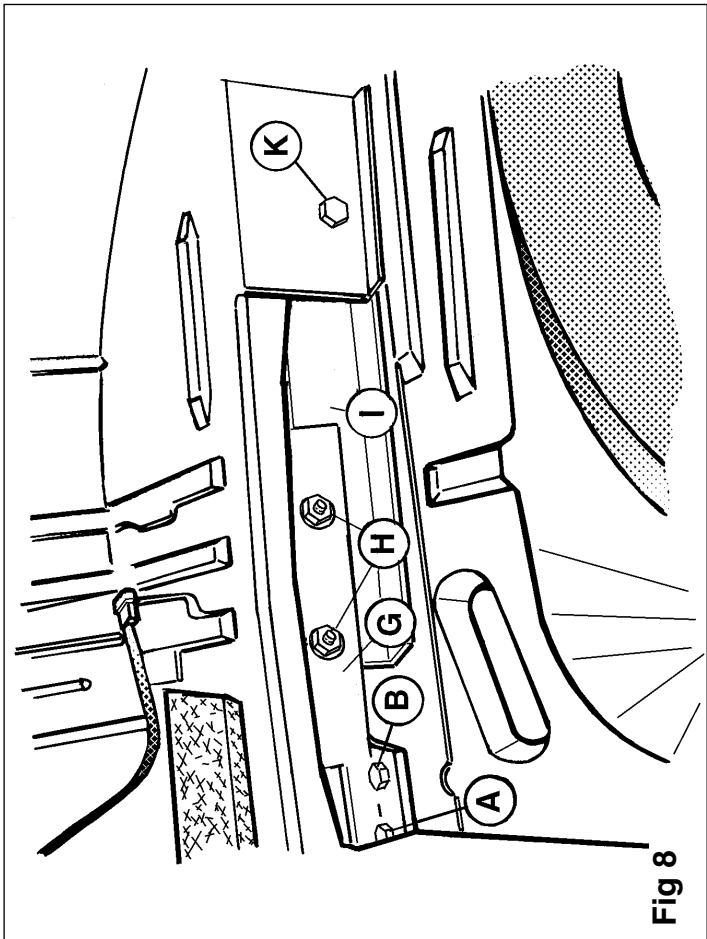
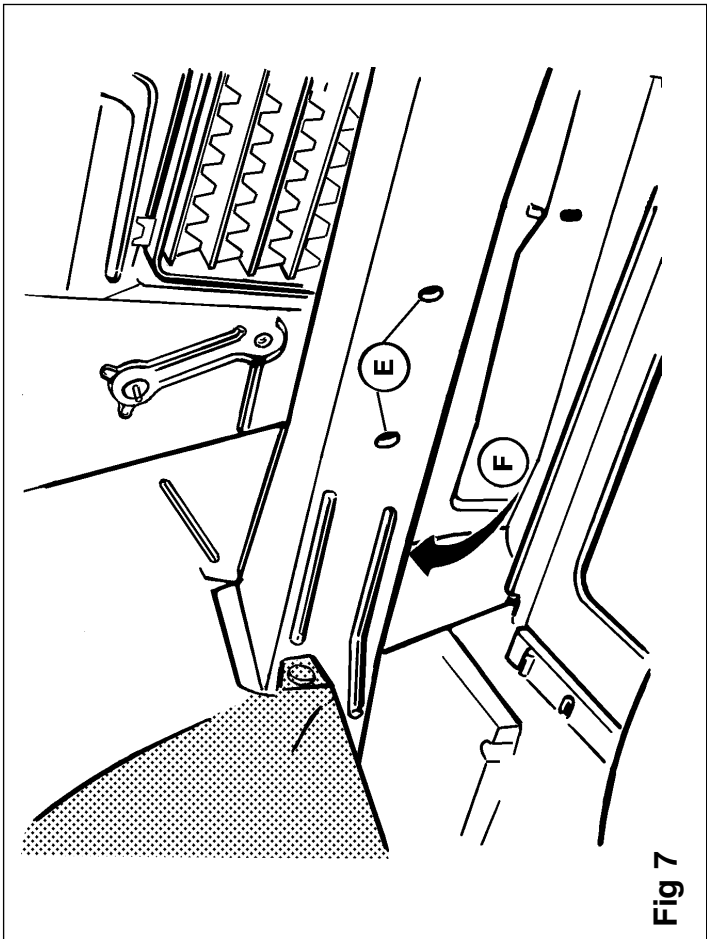

Fig 8
Fig 7
2. Boor de deukjes genoemd in punt 1, 15mm door de bodenvloer. Plaats contra's C en D overeenkomstig fig.5 en fig.6 in de kofferbak. Bevestig t.p.v. de punten D twee bouten M10x35 inclusief sluitringen $\varnothing 25 \times 10.5 \times 4$, veerringen en moeren. Bevestig t.p.v. punt F één bout M10x35 inclusief sluitring $\varnothing 25 \times 10.5 \times 4$ en veerring overeenkomstig schets en fig.7. Breng contra G overeenkomstig fig.8 in de kofferbak aan. Plaats de trekhaak en bevestig deze overeenkomstig schets t.p.v. de punten A d.m.v. vier bouten M12x45 inclusief veer-, sluitringen en moeren. Boor de gaten H 11mm door. Meet overeenkomstig fig.9 de aangegeven maat af op het linker chassis (onderkant voertuig) en verwijder ter plaatse het kit. Boor het ter plaatse aanwezige deukje, welke overeenkomt met punt L van de trekhaak, 11mm door. Verwijder t.p.v. punt K (kofferbakzijde) de rubberstop.
3. Plaats contra I overeenkomstig fig.8 en bevestig t.p.v. de punten H twee bouten M10x35 inclusief sluitringen $\varnothing 25 \times 10.5 \times 4$, veerringen en moeren.
2. Drill 15 mm holes through the dents in the vehicle floor referred to in point 1. Place back plates C and D in the trunk as shown in fig.5 and fig.6. Fasten two M10x35 bolts with $\varnothing 25 \times 10,5 \times 4$ flat washers, spring washers and nuts at points D. Fasten one M10x35 bolt with $\varnothing 25 \times 10,5 \times 4$ flat washer and nut at point F, as shown in the sketch and fig.7. Place back plate G in the trunk as shown in fig.8. Put the tow bar in place and fasten this at points A using four M12x45 bolts with flat and spring washers and nuts, as shown in the sketch. Drill the 11 mm holes H. Mark off the given length on the left chassis beam (vehicle underside), as shown in fig.9, and remove the sealant from these spots. Drill an 11 mm hole through the dent which corresponds to point L of the tow bar. Remove the rubber plug from point K (on the trunk side).
3. Put back plate I as shown in fig.8 and fasten two M10x35 bolts with $\varnothing 25 \times 10,5 \times 4$ flat washers, spring washers and nuts at points H. Fasten two M10x35 bolts with $\varnothing 25 \times 10,5 \times 4$ flat washers and spring washers at points L and K. Saw the indicated lug off the jack bracket, as shown in
2. Die Einkerbungen, wie in Punkt 1 genannt, 15mm durch die Boden- decke bohren. Die Kontras C und D laut Fig.5 und 6 in den Kofferraum legen. An den Punkten D zwei M10x35-Schrauben inkl. $\varnothing 25 \times 10,5 \times 4$ -Unterlegscheiben, Federringen und Muttern befestigen. An Punkt F einen M10x35-Schrauben inkl. $\varnothing 25 \times 10,5 \times 4$ -Unterlegscheibe und Federring laut Skizze und Fig.7 befestigen. Kontra G laut Fig.8 im Kofferraum anbringen. Die Kupplungskugel mit Halterung anlegen und diese laut Skizze an den Punkten A mit vier M12x45-Schrauben inkl. Federringen, Unterlegscheiben und Muttern befestigen. Die Löcher H 11mm durchbohren. Laut Fig.9 die angegebene Größe auf der linken Fahrgestellseite (Unterseite des Fahrzeugs) abmessen und dort den Kitt entfernen. Die dort vorhandene Einkerbung, die mit Punkt L von der Kupplungskugel mit Halterung übereintrifft, 11mm durchbohren. An Punkt K (Kofferraumseite) den Gummistopfen entfernen.
3. Kontra I laut Fig.8 anlegen und an den Punkten H zwei M10x35-Schrauben inkl. $\varnothing 25 \times 10,5 \times 4$ -Unterlegscheiben, Federringen und Muttern befestigen. An den Punkten L und K zwei M10x35-Schrauben inkl. $\varnothing 25 \times 10,5 \times 4$ -Unterlegscheiben und Federringen befestigen. Laut Fig.10 die angegebene Lippe vom Wagenheberhalter heraus sägen. Die Kugelstange mit zwei M12x70/26.2-Schrauben inkl. Unterlegscheiben und selbstsichernde Muttern an die Kupplungskugel mit Halterung montieren. Alle Schrauben und Muttern laut Tabelle festdrehen. Das unter Punkt 1 Entfernte wieder anbringen.
2. Percer les encoches citées au point 1, de 15 mm à travers le plancher du fond. Positionner les contre-pièces C et D conformément aux fig.5 et 6 dans le coffre arrière. Fixer à l'emplacement des points D deux boulons M10x35, y compris les rondelles de blocage $\varnothing 25 \times 10,5 \times 4$, les rondelles grower et les écrous. Monter à l'emplacement du point F un boulon M10x35, y compris la rondelle de blocage $\varnothing 25 \times 10,5 \times 4$ et la rondelle grower conformément au croquis et à la fig.7. Amener la contre-pièce G dans le coffre, conformément à la fig.8. Positionner l'attache-remorque et la fixer conformément au croquis à l'emplacement des points A à l'aide de quatre boulons M12x45, rondelles grower, rondelles de blocage et écrous inclus. Percer les trous H de 11 mm. Mesurer la dimension indiquée sur le longeron de châssis gauche (dessous du véhicule), conformément à la fig.9, et enlever le mastic présent à cet endroit. Percer de 11 mm l'encoche existante correspondant au point L de l'attache-remorque. Enlever le bouchon en caoutchouc à l'emplacement du point K (côté du coffre).
3. Positionner la contre-pièce I conformément à la fig.8 et monter à l'emplacement des points H deux boulons M10x35, y compris les rondelles de blocage $\varnothing 25 \times 10,5 \times 4$, les rondelles grower et les écrous.
3. Wzmocnienie i rys.8 przyłożyć, a następnie skrócić w punktach H za pomocą dwóch śrub M10x35 jednocześnie stosując podkładki płaskie 25x10,5x4 i K zastosować dwie śruby M10x35 oraz podkładki płaskie 25x10,5x4 i podkładki sprężynowe. Kolejną czynność należy wykonać według rys.10 (wyjąć element w plastikowej obudowie pojemnika na podnośnik)